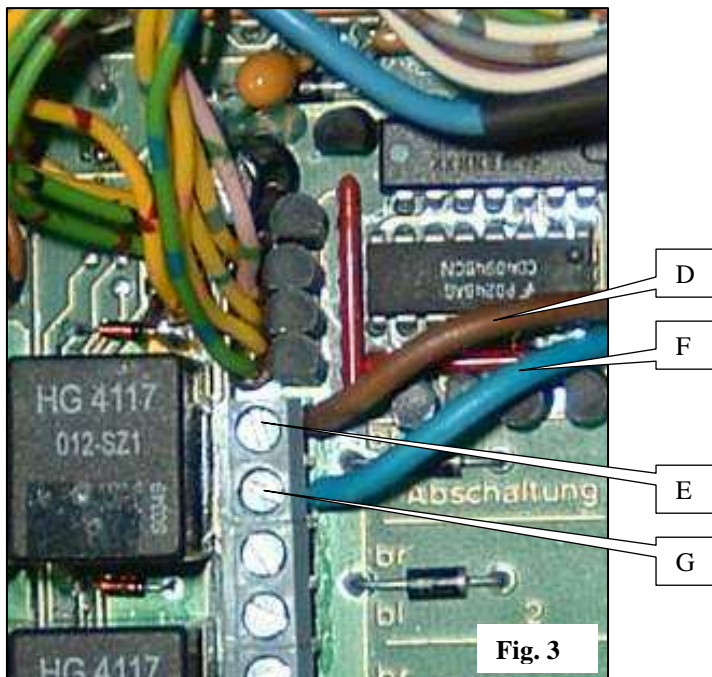

Fig. 3
- Brancher le fil **marron** D sur la borne '**br**' de la coupure n°1 E (fig. 3)
- Brancher le fil **bleu** F sur la borne '**bl**' de la coupure n°1 G (fig. 3)
- Connect **brown** wire D to the '**br**' terminal of cutter n°1 E (fig. 3)
- Connect **blue** wire F to the '**bl**' terminal of cutter n°1 G (fig. 3)
- Verbinden Sie den **braunen** Draht D mit dem **'br'**-Pol der Reihenabschaltung Nr. 1 E (Abb. 3)
- Verbinden Sie den **blauen** Draht F mit dem **'bl'**-Pol der Reihenabschaltung Nr. 1 G (Abb. 3)
- Sluit de **bruine** draad D aan op de eindpool **'br'** van de onderbreker n°1 E (fig. 3)
- Sluit de **blauwe** draad F aan op de eindpool **'bl'** van de onderbreker n°1 G (fig. 3)
- Conectar el hilo **marrón** D con el borne **'br'** del corte n° 1 E (fig. 3).
- Conectar el hilo **azul** F con el borne **'bl'** del corte n° 1 G (fig. 3).
- Attaccare il filo **marrone** D all'estremità **'br'** del taglio n°1 E (fig. 3)
- Attaccare il filo **blu** F all'estremità **'bl'** del taglio n°1 G (fig. 3)